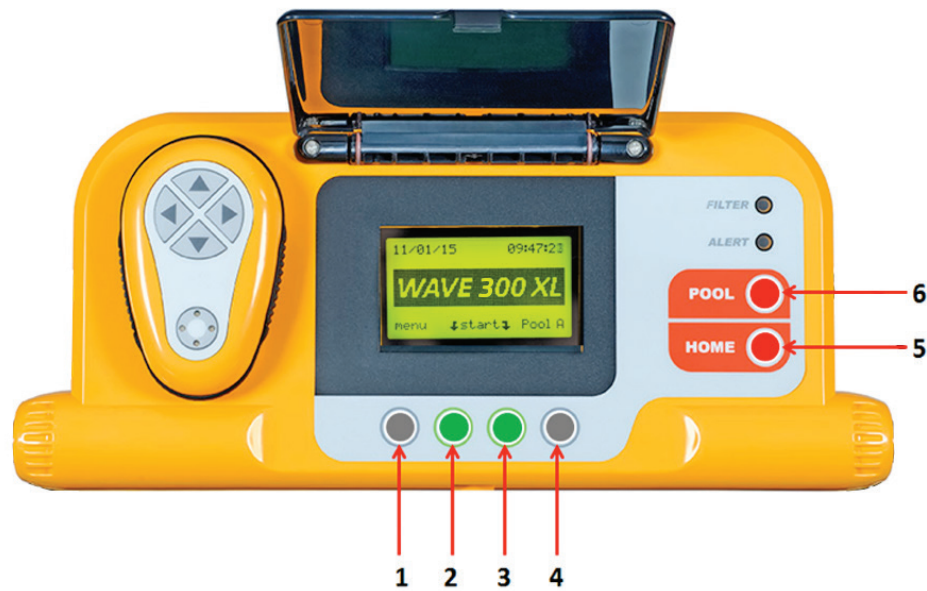

Figura 4: Consola MMI
- En este manual del usuario, el término **"Press Start (Presione Start)"** significa presionar simultáneamente los dos botones verdes de la consola MMI (indicados con los números **2** y **3** en la Figura 4).
- La MMI está equipada con un protector de pantalla que aparece después de 5 minutos de inactividad. Presionar los botones **POOL** y **HOME** (ver botones marcados **5** y **6** en la Figura 4) para salir del modo protector de pantalla.
- Algunas opciones en los menús (configuración de perfiles de la piscina) de la MMI están bloqueados con un código para evitar errores en los cambios de configuración. La secuencia de código para desbloquear estas opciones es: **3, 2 y 1** (Figura 4).
- **Alert (Alerta):** Este LED se ilumina para indicar un error que impide que el robot funcione. En estos casos, inspeccionar el robot para localizar el problema y si este puede solucionarse, iniciar de nuevo el robot. Si el error se repite, los detalles del error específico se exhibirán en la pantalla MMI (Figura 4). Si esto ocurre, póngase inmediatamente en contacto con su distribuidor de Maytronics.
2. Esperar a que aparezcan las rejillas del WAVE 300 XL. Pulsar **Start** (presione simultáneamente los dos botones verdes, indicados con los números **2** y **3** en la Figura 4). La sesión de limpieza comenzará.
3. Para detener en cualquier momento la sesión de limpieza, presionar el botón derecho de color gris, indicado con el número **4** en la Figura 4.